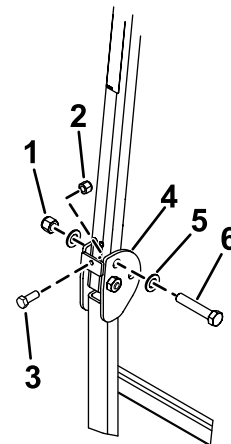

Figura 9
3. Insira uma anilha (13/16 pol. x 1½ pol.) em cada parafuso (¾ pol. x 4 pol.), como se mostra na Figura 9.
4. Nos furos de onde removeu os pinos, instale os parafusos e as anilhas (Figura 9).
5. Instale outra anilha em cada parafuso e prenda com porcas (¾ pol.), como se mostra na Figura 9. Aperte as porcas com uma força de 323 a 396 N·m.
6. Instale o parafuso (¾-16 x 1 pol. ou 1¼ pol.) com uma porca de retenção (os parafusos e porcas de retenção não são fornecidos) na placa roscada em ambos os lados da parte inferior da barra de segurança, na área da dobradiça (Figura 9). Aperte os parafusos até estarem apertados contra o tubo da barra de segurança superior e aperte a porca de retenção.
7. Aperte o parafuso da articulação ROPS (Figura 9) com 91 a 113 N·m para evitar qualquer oscilação da barra de segurança e toldo.